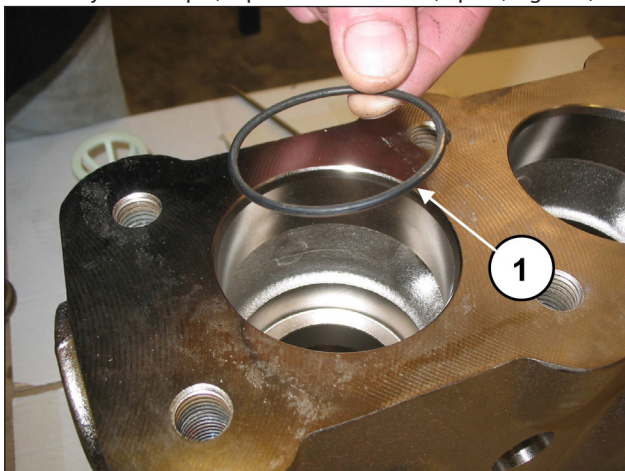

Fig. 114
Placer le joint torique, rep. vue éclatée n° 6 (rep. ①, Fig. 114).